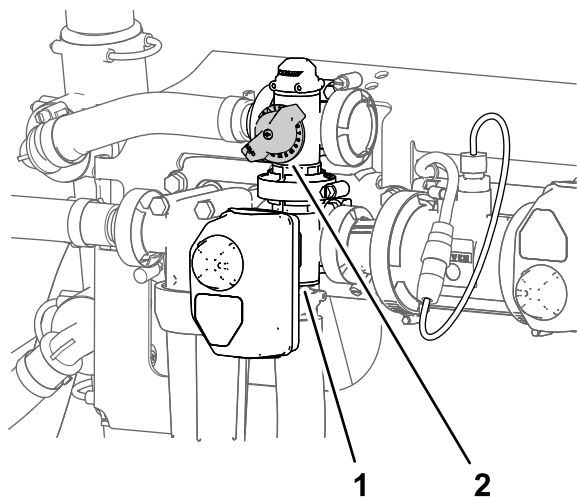

図 34
11. 攪拌バルブの背面についている攪拌バイパスバルブ **図 34**を使って、水圧計の読みシステム水圧が 6.89 bar 7 kg/cm2 = 100 psiになるように調整する。